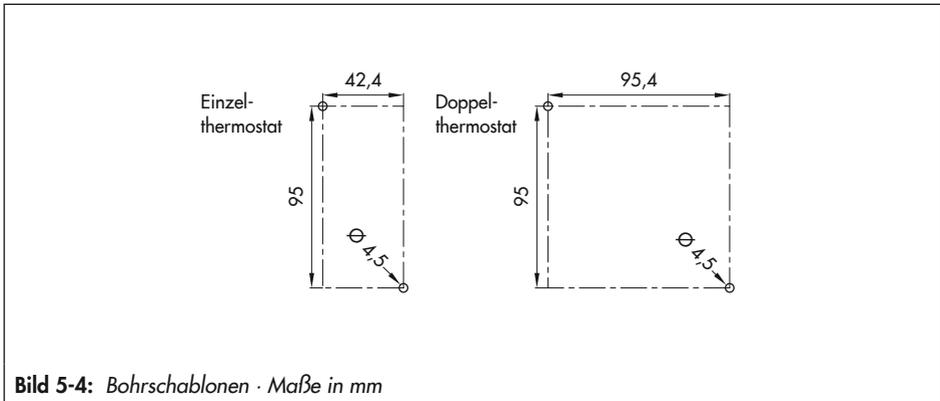
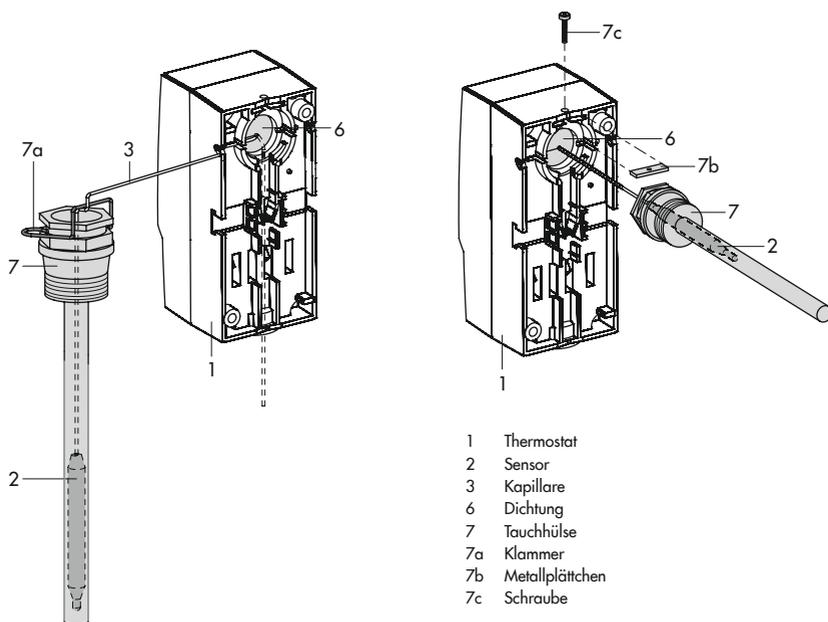

Bild 5-4: Bohrschablonen · Maße in mm
Bild 5-6: Wandmontage (Kapillare in Tauchhülse) **Bild 5-7:** Anbau an Behälter oder in Rohrleitungen
6. Dichtung (6) nach Bild 5-6 oder Bild 5-7 einsetzen.
1. Bohrlöcher nach Bild 5-4 vorbereiten.
2. Dichtung (6) einlegen.
3. Kapillare seitlich im Haken des Thermostatgehäuses fixieren oder mittig nach unten laufen lassen (vgl. Bild 5-6).
4. Gehäuserückwand (1) mit zwei Schrauben an der Wand befestigen.
5. Tauchhülse (7) in Rohrleitung oder Behälter schrauben.
6. Sensor (2) bis zum Ende in die Tauchhülse (7) schieben.
7. Kapillare (3) mit Hilfe der mitgelieferten Klammer (7a) an der Tauchhülse (7) fixieren.